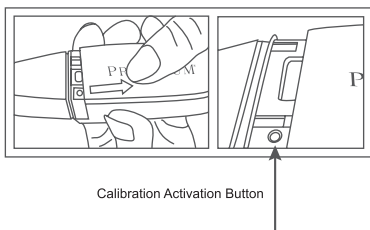

Fig. 1.11
4. Retirez la protection des piles pour faire apparaître le bouton d'activation de l'étalonnage ; il s'agit d'un trou situé sur le côté inférieur gauche, tel qu'illustré dans la **Fig. 1.11**.